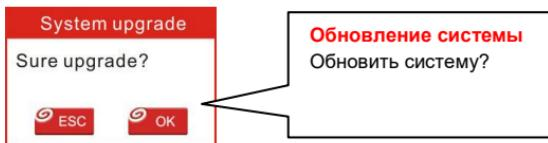

Рис. 7-8
11. После выполнения всех операций подключите сканер через USB вход к ПК или через разъем OBD2 к автомобилю. На дисплее отображается диалоговое окно с предложением установить обновления программного обеспечения сканера, нажмите кнопку [OK] для запуска процесса установки, на дисплей выводится шкала выполнения процесса. Потребуется несколько минут для выполнения обновления программ, если файл с обновлениями весьма большой. Ожидайте завершения процесса (рис. 7-8).